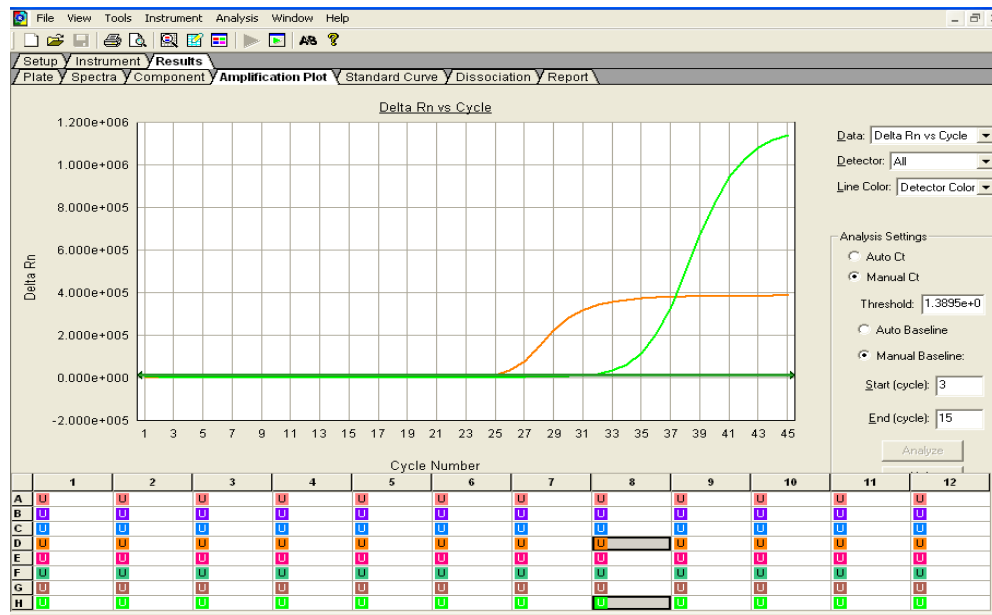

Figura 17.- Muestra positiva para Parainfluenza 2.
- d) Parainfluenza 2 (HPIV2): Se reportará un resultado positivo al observar una sigmoide en los detectores con **Curva de amplificación “Anaranjado Claro”**: Fluorocromo para la detección de Parainfluenza 2. **Curva de amplificación “Verde Fluorescente”**: Fluorocromo para la detección de RP. (Figura 17).